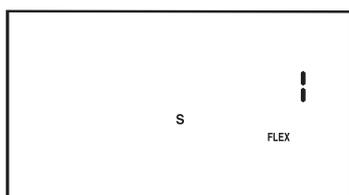

Figura 6-8 Ecrã de definição da função Flex
NOTA: A função Flex não é prescrita para todos os utilizadores. Se o ecrã apresentado na Figura 6-8 não surgir no visor, não pode ajustar esta definição.
1. Nos ecrãs de monitorização ou do modo em espera (standby), pressione a tecla direita do utilizador. O ecrã de definição da função Flex aparece, tal como ilustrado na Figura 6-8.